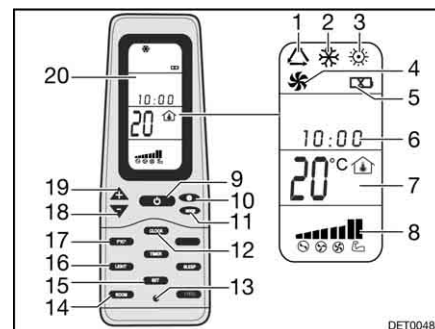

Bild 205 Fjärrstyrning
- Tryck på knappen ON/OFF (Bild 205,9).
- Tryck så många gånger på knappen "Mode" (Bild 205,11) tills önskad driftstyp (Bild 205,1, 2, 3 eller 4) visas på displayen (Bild 205,20).
- Ställ in önskad temperatur med knapparna "+" (Bild 205,19) och "-" (Bild 205,18).
- Med knappen Fläktvarvtal (Bild 205,10) väljs önskad fläktkapacitet.
*Slå från:* ■ Tryck på knappen ON/OFF (Bild 205,9).